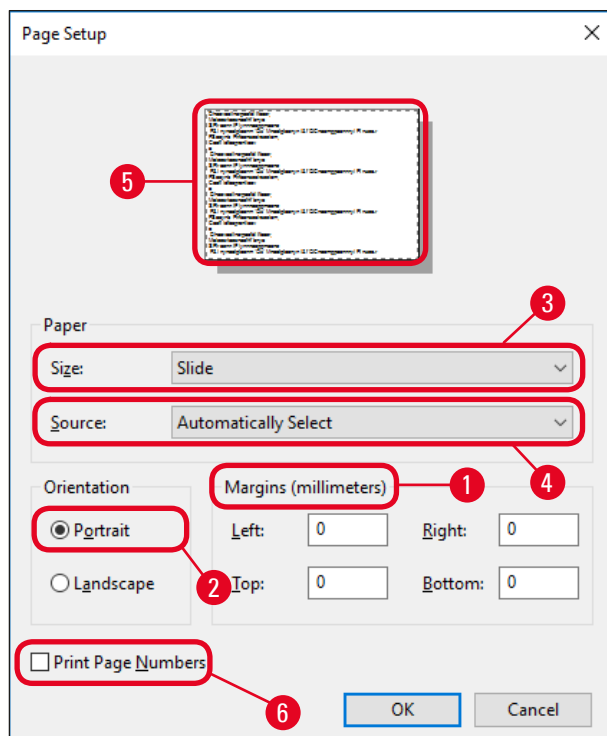

Fig. 41
3. Come prima cosa è necessario selezionare le impostazioni della pagina: Fare clic su **File > Page Setup** (Impostazione della pagina) per aprire la finestra di dialogo **Page Setup** (→ "Fig. 41").